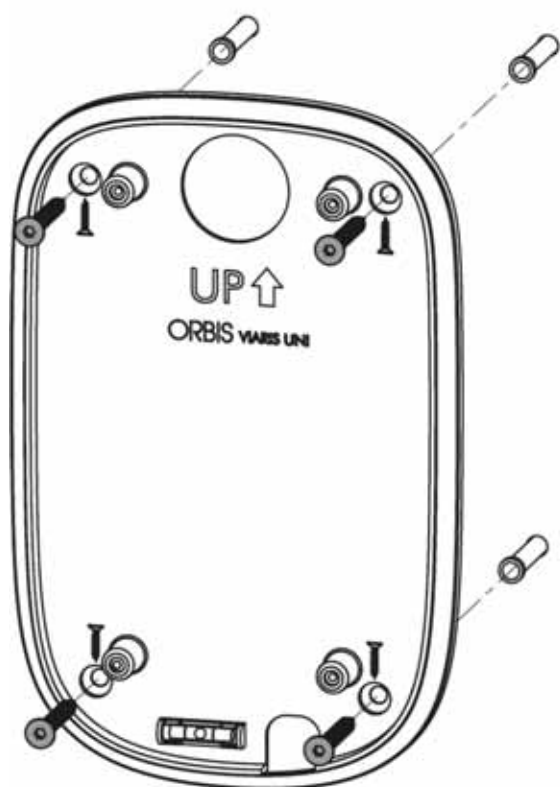

Fig.1
- Atornille la base de instalación a la pared. Fig.1